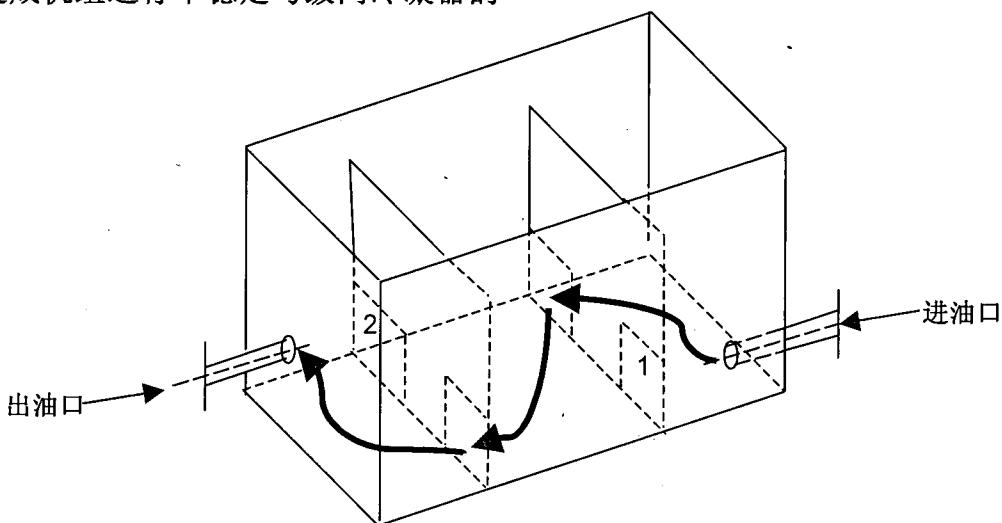

图 1 油箱结构示意图
**2.1** 油箱改造和润滑油系统的清理，两台大型机组的润滑油箱已运行 8 年多，一直也无法清理，里面的脏物很多。油箱里有两块挡板，全部是焊死的，如图 1。